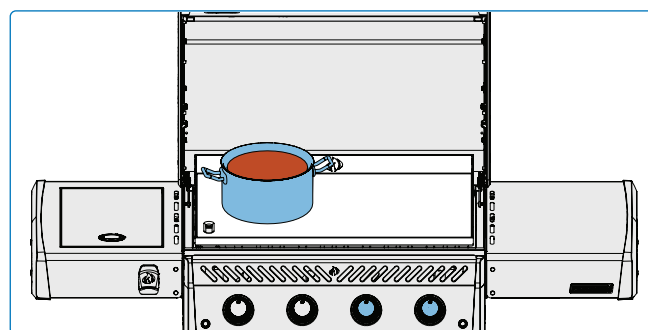

Fig. 10
- Utilisez la plaque de la plancha pour faire fondre ou réchauffer les sauces. Placez les casseroles ou les poêles sur le côté, à feu doux ou moyen. (Fig. 10).